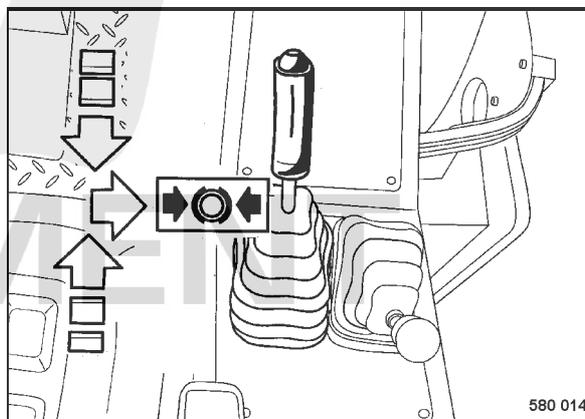

fig. 42
- Contrôler si le levier de commande de marche (fig. 42) est bien enclenché en position de freinage vers la droite.